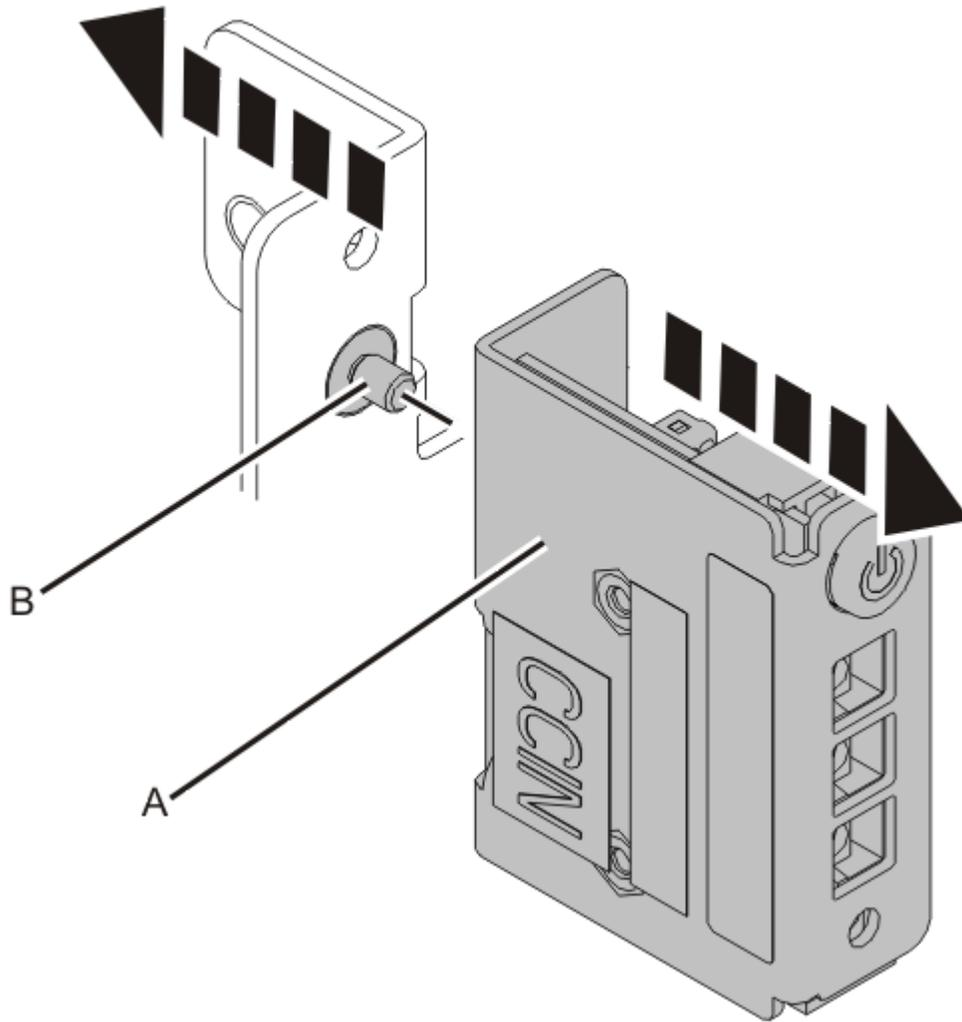

Abbildung 17. Steuerkonsole bei einem Einschubsystem an der Halterung ausbauen
2. Lösen Sie bei einem Einschubsystem die Schraube **(B)**, mit der die Steuerkonsole **(A)** an der Halterung befestigt ist (siehe Abbildung 17 auf Seite 19).